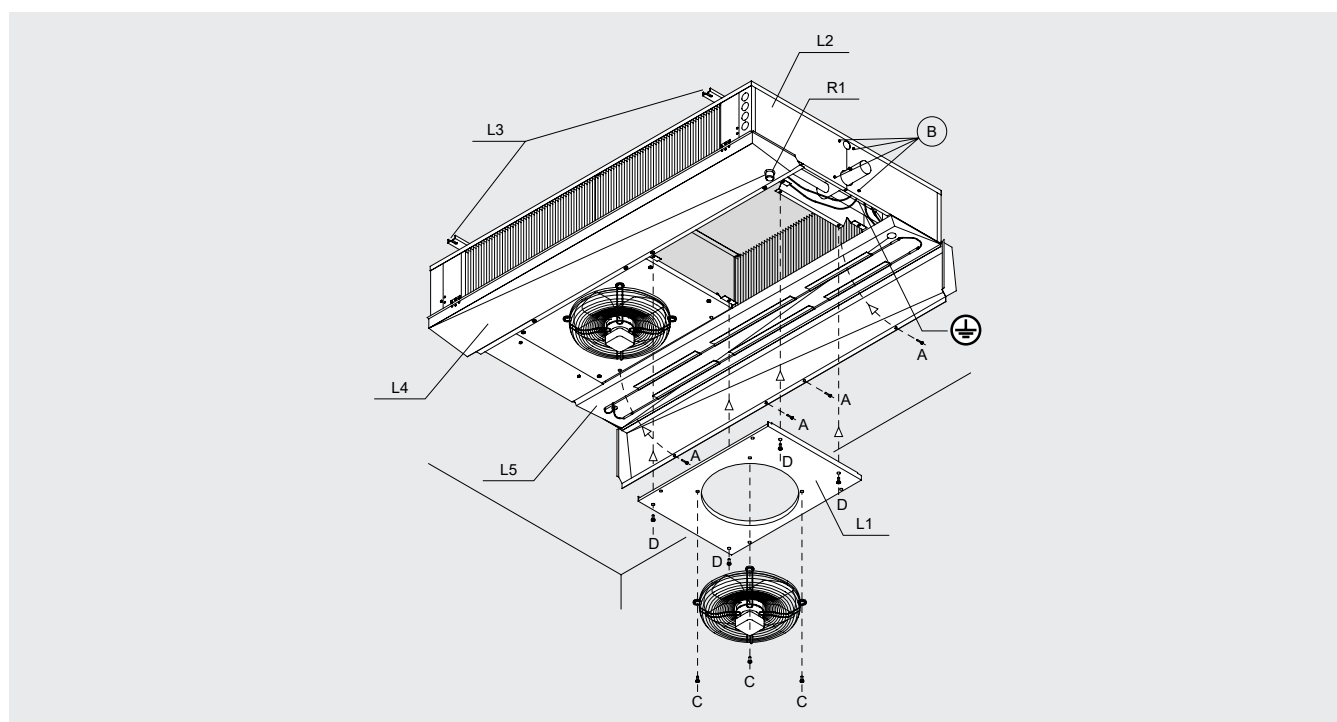

Abbildung 7
8.9 Um die Tropfwannen L4 zu öffnen, die Befestigungsdrehschrauben A losschrauben und positionieren Sie sie langsam wie in "Abbildung 7" gezeigt.